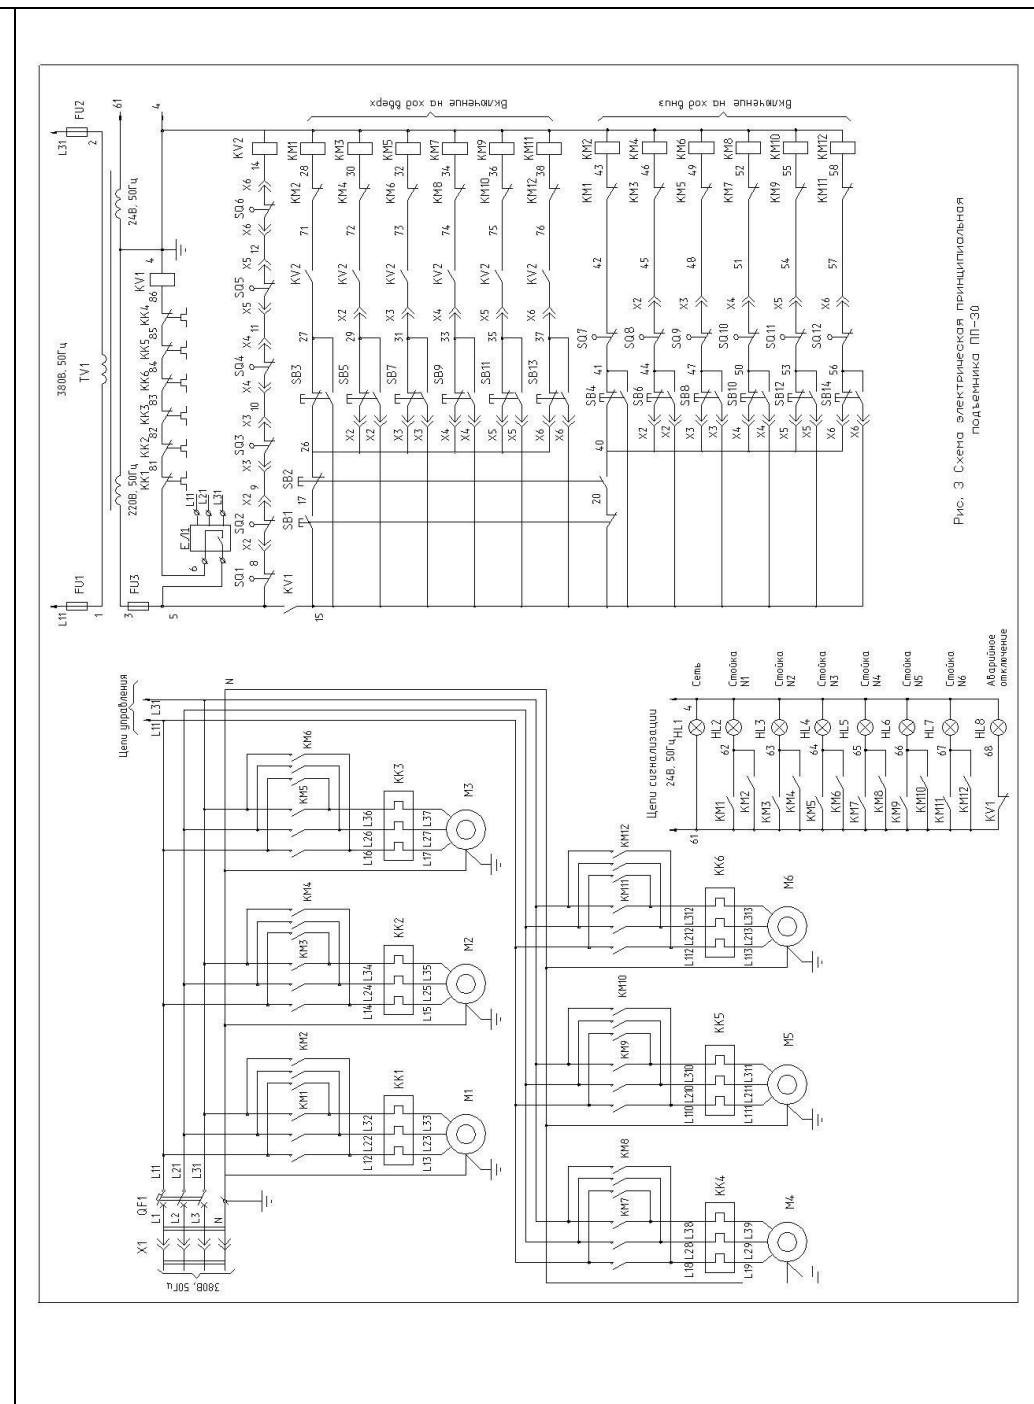

Рис. 3. Схема электрическая принципиальная подъемника ПП-30
4.3. Описание работы схемы электрической (см. Рис. 3). Управление подъемником осуществляется со шкафа аппаратного, установленного на первой стойке.